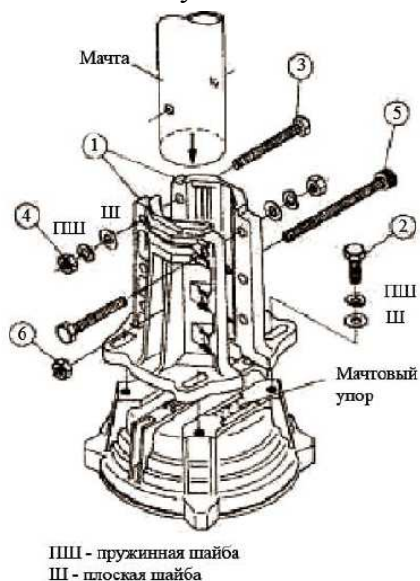

Рисунок 13
4. Слегка притяните мачтовый фиксатор (1) к корпусу поворотного устройства с помощью болтов М8 X 30 (2), пружинных и плоских шайб из комплекта поставки (см. рисунок 13).
5. С помощью мачтового крана либо другого подъемного приспособления, вставьте мачту сверху через втулку и установите ее в фиксаторах поворотного устройства. Затем слегка затяните мачтовые фиксаторы с помощью болтов М8 X 70 (3), пружинных и плоских шайб из комплекта поставки.